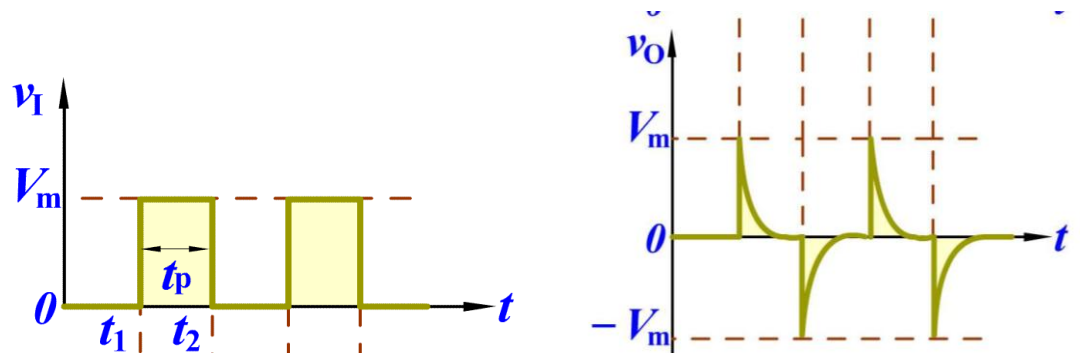

图 3 微分电路波形图
(1) 输出信号取自 RC 电路中的电阻 R 两端，即 $V_o = V_R$
(2) 时间常数 $\tau \ll t_p$ ，通常取 $\tau \leq \frac{1}{5} t_p$ ；
4. 电路功能：将矩形波变换成尖峰波，检出电路的变化量。如图 3 所示。